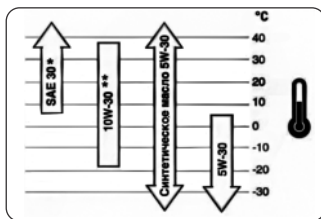

Рис. 19
Внимательно отнеситесь выбору масла! Масло – это ключевой фактор, обеспечивающий долговременную работу двигателя. Более половины случаев ремонта связаны с использованием некачественных или неподходящих видов масел, а также с работой двигателя с недостаточным уровнем масла. Используйте высококачественное масло для четырёхтактных двигателей по классификации A.P.I. SF, SG, SH, SJ или выше. Выберите степень вязкости масла, соответствующую температуре окружающей среды, в соответствии с таблицей (рис. 19).
Каждый раз перед запуском и через каждые пять часов работы проверяйте уровень масла (рис. 19). Поддерживайте уровень масла между максимальным и минимальным уровнем.
- Извлеките масляный шуп, проверьте уровень масла. При низком уровне — долейте масло до нужного уровня по меткам на шупе (рис. 19). При высоком уровне — слейте лишнее масло, отвернув маслосливную пробку картера двигателя.